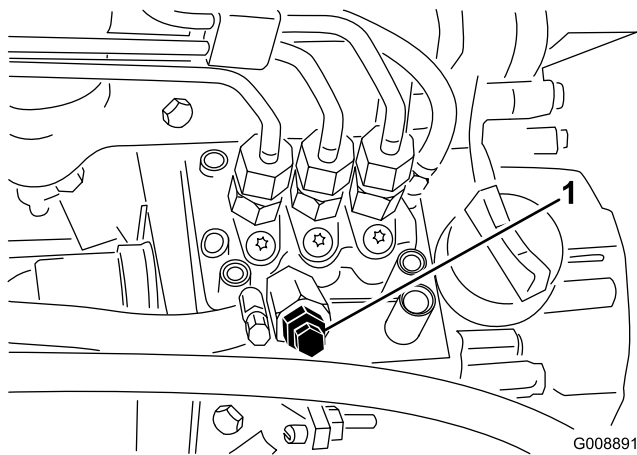

Figura 43
3. Aprite le viti di spurgo dell'aria, situata sulla pompa di iniezione del carburante (Figura 43).